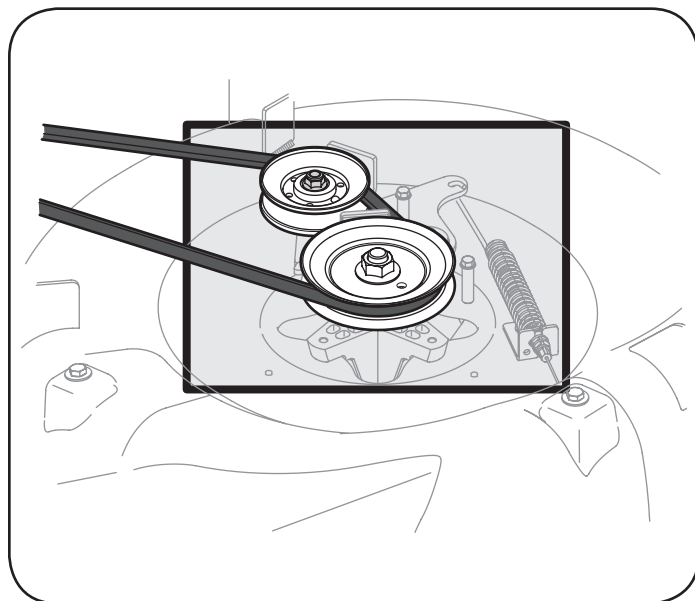

Figure 3
- Limpiar la parte superior de la plataforma de corte, bajo las sábanas de husillo y área de la correa. Vea la Figure 3.
- Limpia alrededor y cerca de la transmisión, el eje y el área del ventilador. Vea la Figure 3.